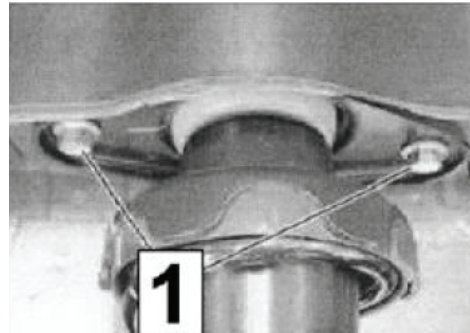

Fig. 9:
- Obere Befestigungsschrauben entfernen (Fig. 9/1).
- Remove upper fastening bolts. (Fig. 9/1)
- Enlever les vis supérieures de fixation (Fig. 9/1). Enlever la jambe de force du passage de roue.
- Retirar los tornillos de sujeción superiores (Fig. 9/1).